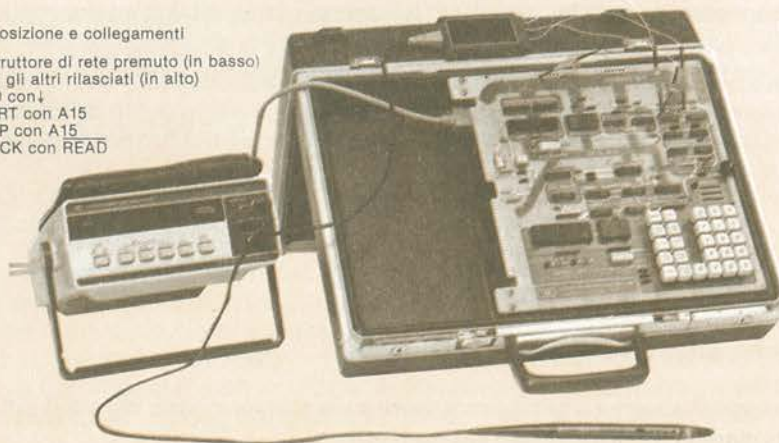

Figura 19-3. Come preparare l'analisi di firma per il test degli indirizzi in free-run
- B) Collegate l'analizzatore di firma come mostrato in Figura 19-3 e accendetelo. Predisponete, come mostrato, gli interruttori sul pannello frontale.